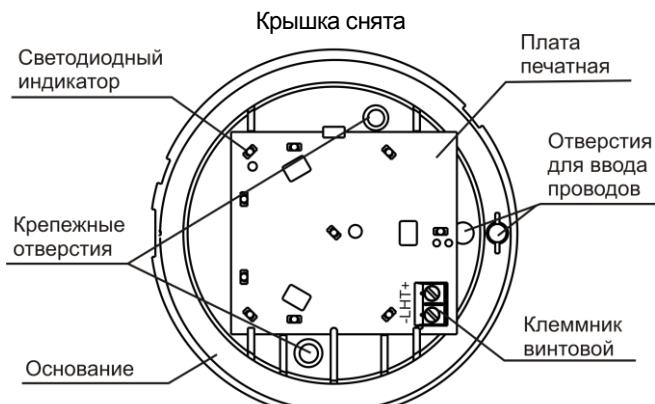

Рисунок 1
Оповещатель состоит из основания, печатной платы с радиоэлементами и крышки (рисунок 1).
- c) провести провода от источника питания через отверстие для ввода проводов в основании оповещателя (рисунок 1). Имеется возможность выдавливания в основании второго отверстия для ввода проводов;